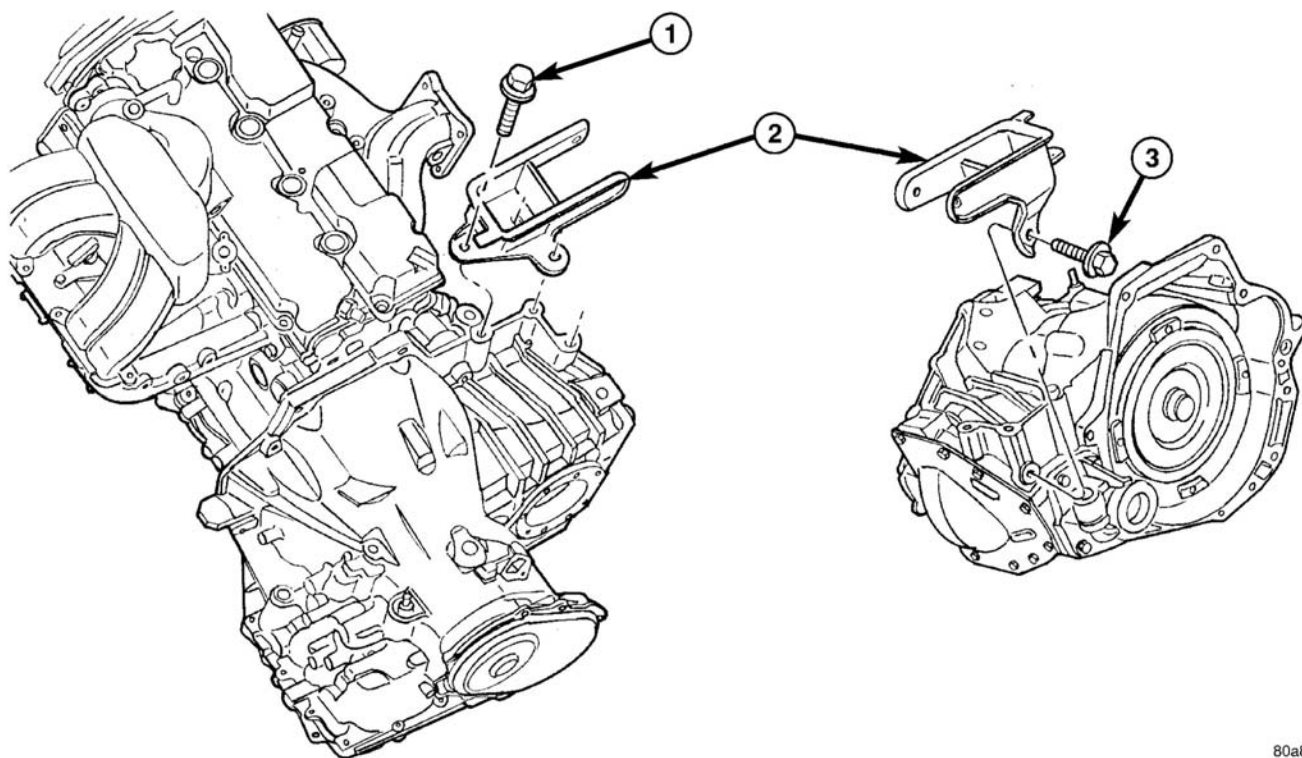

图 98 后支座支架- (所有的发动机)
(6) 为卸下后支座支架，卸下将支架装接到变速桥的螺栓（图 98）。
(7) 卸下后支座支架。
- (1) 若已卸下后安装支架,请将其安装回位 (图 98)。